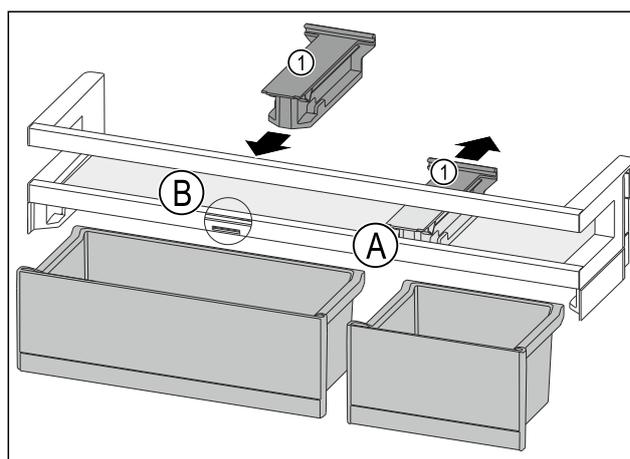

Fig. 82
- ▶ Desprindeți piesa de susținere Fig. 82 (1) din poziție Fig. 82 (A) spre spate.
- ▶ Introduceți piesa de susținere Fig. 82 (1) în poziție Fig. 82 (B).